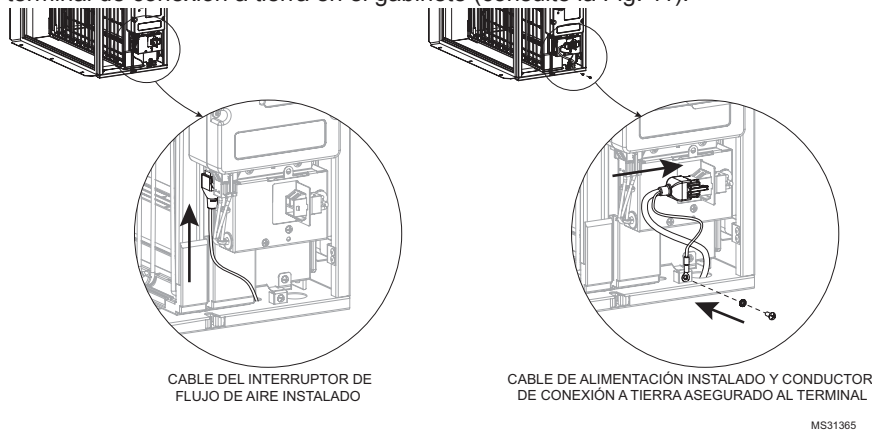

Fig. 11. Instalación del cable del interruptor de flujo de aire y del cable de alimentación.
- Enchufe el cable de alimentación y el cable del interruptor de flujo de aire en sus conectores de suministro eléctrico (ver Fig. 11).
- Con el tornillo incluido en el terminal de conexión a tierra, asegure el conductor de conexión a tierra del cable de alimentación al terminal de conexión a tierra en el gabinete (consulte la Fig. 11).
4. **Modelos FH8000A:** desconecte el cable de alimentación y el cable del sensor de flujo (si está conectado) del módulo de mejoramiento (ver Fig. 11 en la página 15).
10. **Modelos FH8000A:** vuelva a conectar el cable de alimentación y el cable del sensor de flujo (ver Fig. 11 en la página 15).